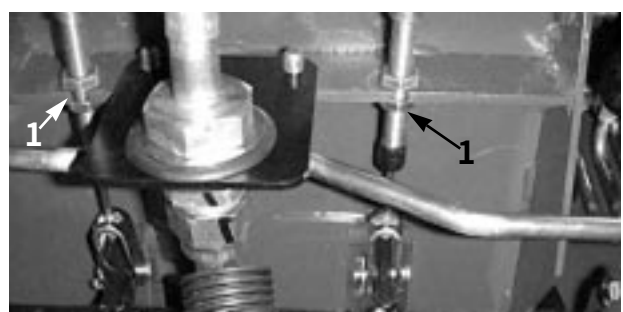

図 50
- A. ブレーキ・ケーブル (図50) の端にある前ナットをゆるめる。